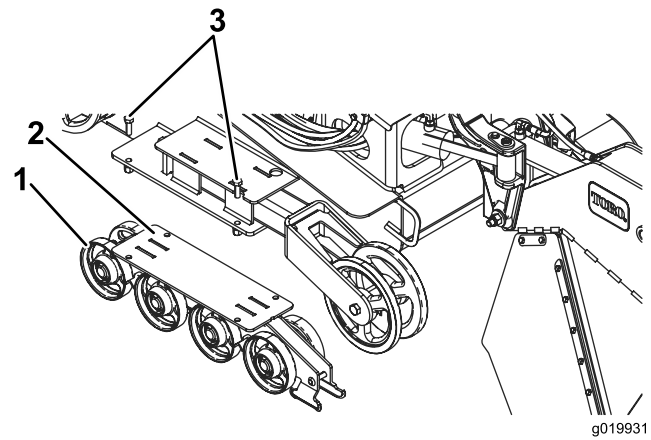

Figura 50
2. Retire los 4 pernos que sujetan cada guía de oruga inferior, que contienen las ruedas de rodaje, y retírelas (Figura 50).